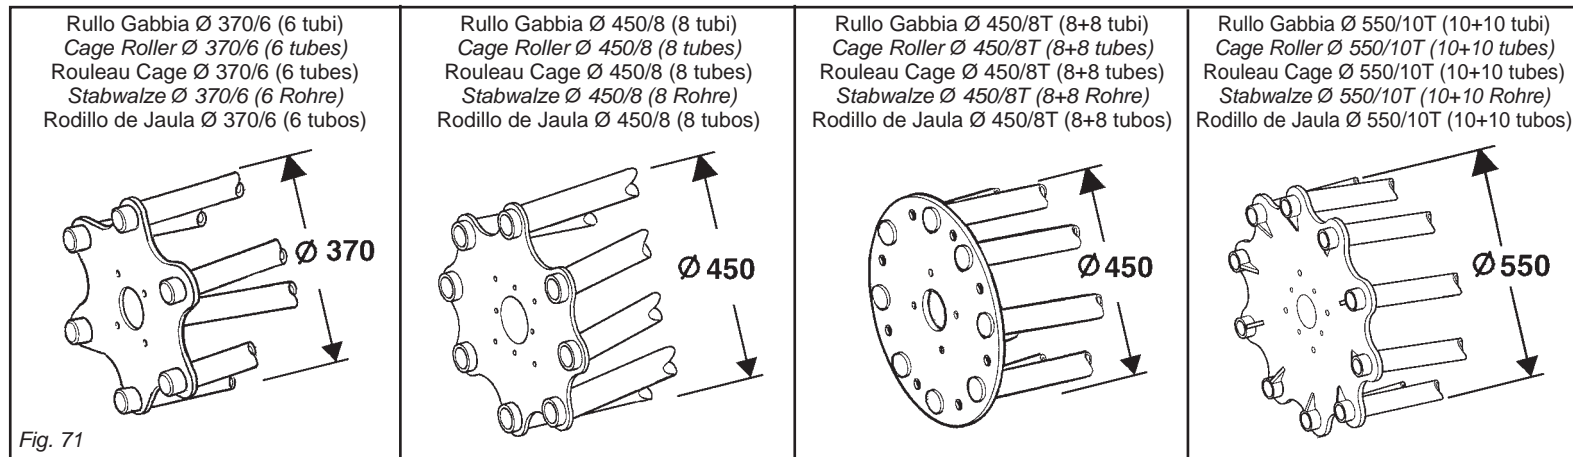

Fig. 71
**Rullo Gabbia (Fig.71)**
**Stabwalze (Abb.71)**
**Rodillo de Jaula (imagen 71)**